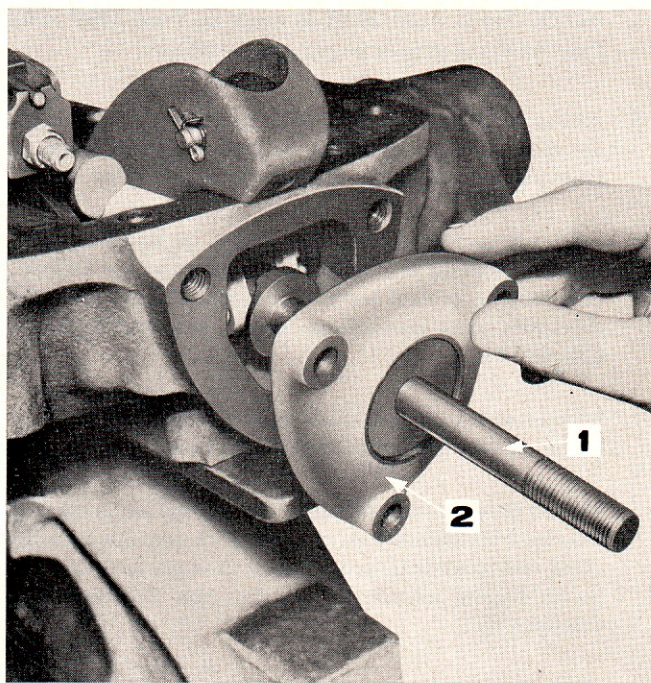

Figure 40: Pose de la plaque de fixation de la tige de ressort principal de contrôle d'effort
- a. Installer la plaque de fixation de tige de ressort principal (Figure 40).